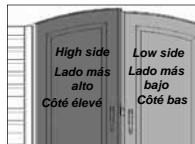

Fig. 1
- 21a** In some cases, the shed doors may not completely line up at the tops (fig. 1). When this happens, identify which side is higher and use a shim (BD) to slightly raise the back corner of the high side until doors line up (fig. 2). If doors need further adjustment, insert another shim under the front corner opposite of the first shim. If the doors still need further adjustment, stack additional shims (one at a time) alternating between the back and front shims.
En algunos casos, las puertas del cobertizo pueden no quedar completamente alineadas en la parte superior (fig. 1). Cuando esto suceda, identifique cuál de los lados está más alto y use un suplemento (BD) para levantar ligeramente la esquina trasera del lado que está más alto hasta que las puertas queden alineadas (fig. 2). Si las puertas necesitan mayor regulación, inserte otro suplemento debajo de la esquina frontal opuesta al primer suplemento. Si las puertas todavía requieren más ajustes, vaya poniendo más suplementos (de a uno por vez) alternando entre los suplementos traseros y frontales. Dans certains cas, les portes du hangar peuvent ne pas être parfaitement alignées aux parties supérieures (figure 1). Lorsque cela se produit, identifiez le côté le plus haut et avec une cale d'épaisseur (BD), soulevez légèrement l'angle arrière du côté le plus haut pour obtenir l'alignement des portes (figure 2). Si un ajustement est encore nécessaire, introduisez une autre cale sous l'angle avant opposé à la première cale. Si un autre ajustement est requis, mettez plusieurs cales au-dessus l'une de l'autre (une à la fois) en alternant entre les cales avant et arrière.